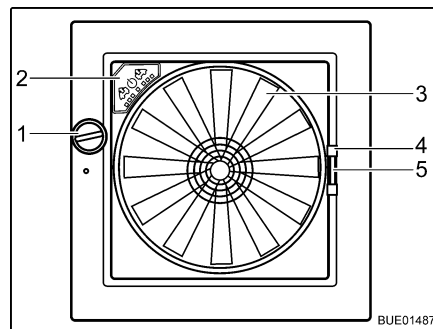

Fig. 50 Lanterneau Omni-Vent
- Tourner le bouton rotatif (Fig. 50,1) jusqu'à ce que l'angle d'ouverture désiré soit atteint.
- Tourner le bouton rotatif (Fig. 50,1) jusqu'à ce que le lanterneau soit entièrement fermé.
- Tirer la moustiquaire par la poignée (Fig. 50,4) vers le côté de cadre opposé.
- Presser la poignée (Fig. 50,5) du dispositif occultant.
- Ventilateur** Quand le lanterneau est ouvert, l'espace intérieur peut être ventilé et aéré avec un ventilateur à 6 niveaux de puissance (Fig. 50,3). La commande du ventilateur s'effectue sur son panneau de commande (Fig. 50,2).